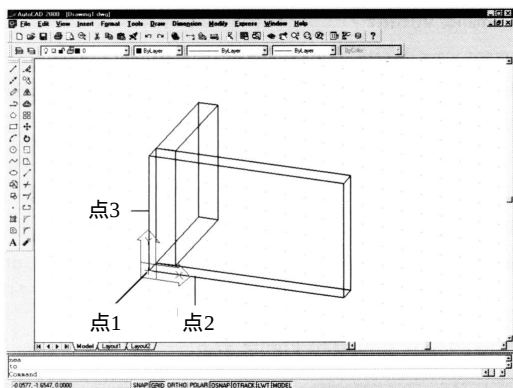

图37-7 设置UCS
7) 然后再更改UCS。参照下面的一系列命令和图 37-7。